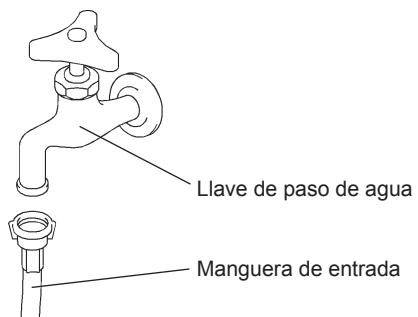

Fig. 4
- 1) Conecte el extremo libre de la manguera de entrada a la válvula de cierre (Fig. 4), verificando que la junta de goma quede correctamente colocada. Apriétela a mano suficientemente, de manera que la junta no pueda gotear. Como medida de precaución, es conveniente tener a mano una válvula de cierre.